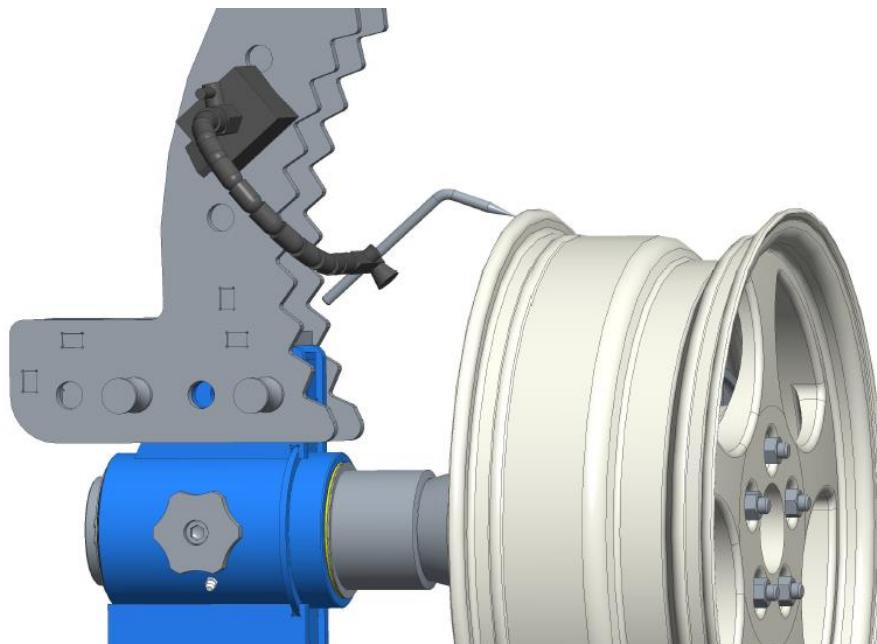

Рисунок 4. Определение места деформации диска.
7.3. Установить магнитную стойку с указателем биения на боковую поверхность моста, недалеко от места деформации диска. Подвести его заостренное окончание к ободу диска и зафиксировать в этом положении, см. рисунок 4. Вращая колесо рукой, отметьте те точки на ободе, где остриё указателя начинает отдаляться от поверхности обода или наоборот мешает вращению. Сектор, расположенный между полученными отметками является зоной правки. Отведите остриё указателя биения из рабочей зоны.